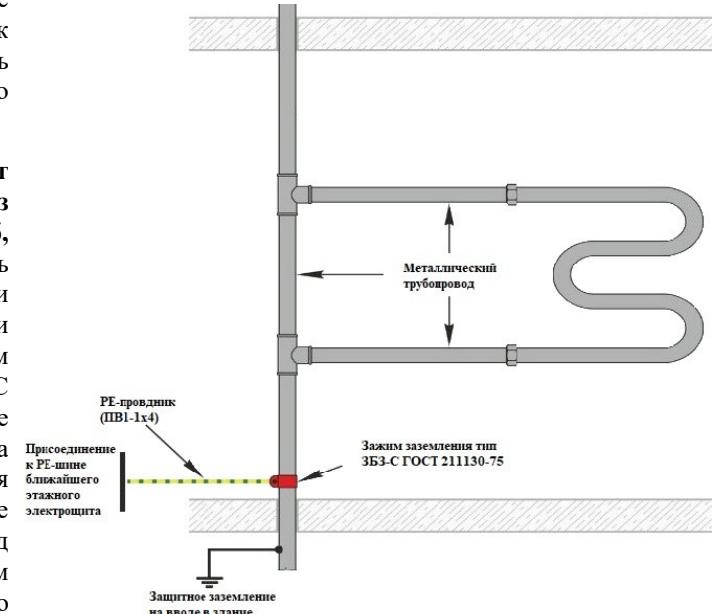

Рис. 3.
1. Если стояк и отводы от него полностью из металлических труб, достаточно соединить надежным контактом (при помощи хомута или приварки лепестка с болтовым соединением) сам стояк ГВС медным проводом сечения не менее 4 mm^2 . Далее от стояка ГВС нужно присоединиться этим проводом к РЕ-шине (Рис. 3) (заземление, провод обозначается желто-зеленым цветом) ближайшего этажного электрощита.